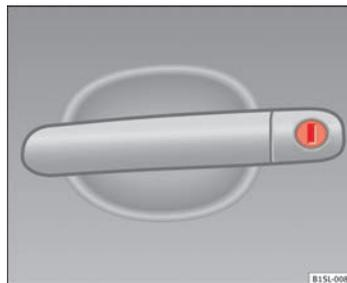

Abb. 127 Türgriff an der Fahrtür mit Schließzylinder.
- Schlüsselbart in den Schließzylinder stecken und Fahrzeug ent- bzw. verriegeln ⇒ Abb. 127.